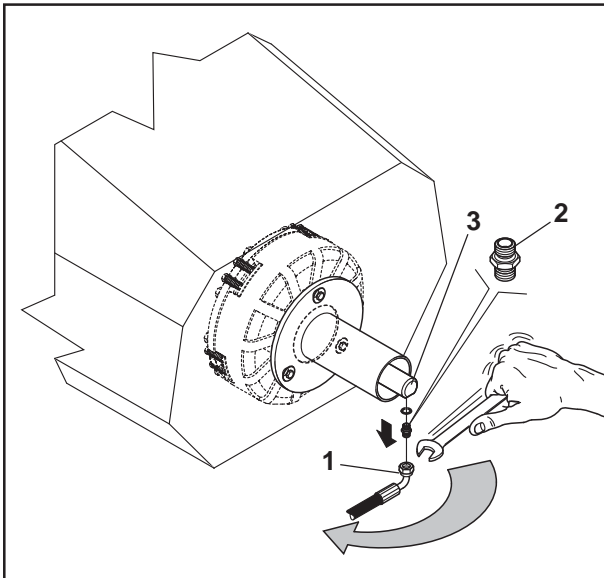

fig.2
- 4) togliere il nipplo (2 fig.2) ponendo attenzione a non sforzare il giunto in alluminio **ROTOFLUX** (3 fig.2)
- 6) sbloccate le coclee, rimontare il **NIPPLO** (2 fig.2) con la rondella in rame, stare attenti a non tirare **TROPPO** forte e rovinare il giunto **ROTOFLUX**.
- 7) rimontare il raccordo con tubo (1fig.2).